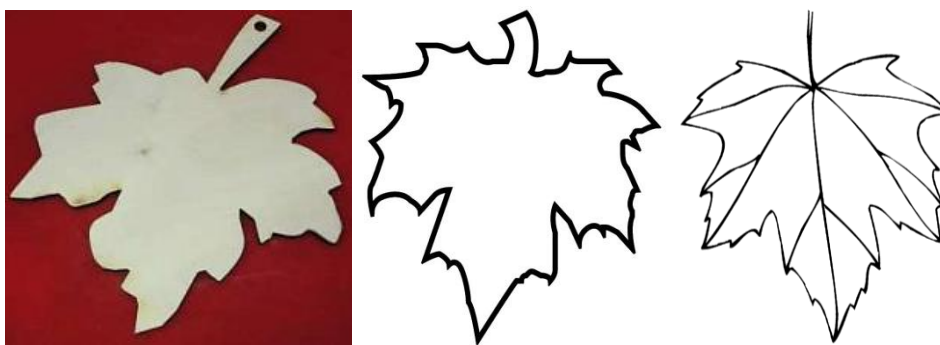

Рис. 1. Образец разделочной доски и рисунки кленовых листков
1. С помощью образцов (рис. 1) *разработать эскиз* и изготовить разделочную доску в виде кленового листка. Эскиз оформлять в соответствии с ГОСТ 2.104-2006. Наличие рамки и основной надписи (углового штампа) на чертеже формата А4 обязательно. Основная надпись заполняется информацией, представленной в технических условиях данной практики.